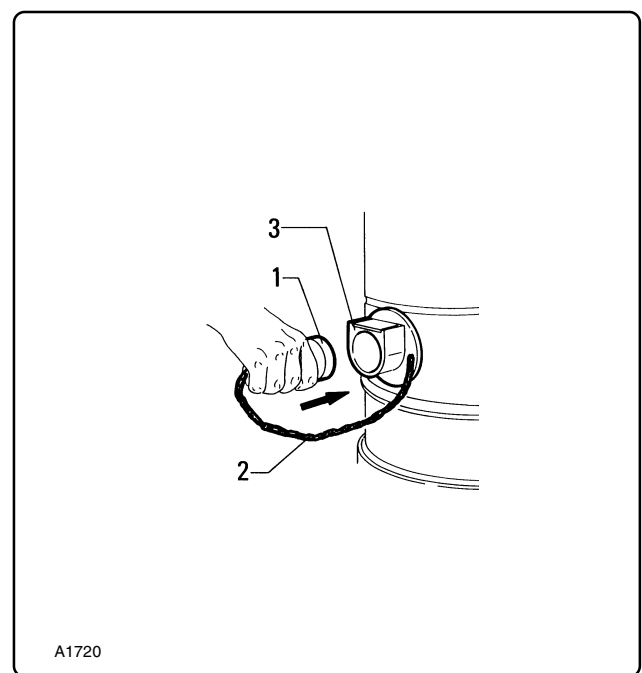

Fig. 6.7.2
- c - tappo "1" di chiusura del bocchettone "3" fig. 6.7.2. Ogni volta si intenda scuotere il filtro, occorre sganciare il tubo di aspirazione dal bocchettone "3" e mettervi il tappo "1" così da evitare la fuoriuscita delle polveri. Il tappo "1" viene fissato all' aspiratore mediante la catena "2".
- c - plug "1" to close mouth "3" fig. 6.7.2.
- c - bouchon "1" de fermeture de l' embout "3" fig. 6.7.2. Chaque fois que l' on souhaite secouer le filtre, il faut décrocher le tuyau d' aspiration de l' embout "3" et mettre le bouchon "1" pour éviter la sortie des poussières. Le bouchon "1" est fixé à l' aspirateur par une chaîne "2".
- c - Verschlußstopfen "1" von Stutzen "3" Abb. 6.7.2. Jedesmal, wenn man den Filter rütteln will, ist der Saugschlauch vom Stutzen "3" auszuklinken und der Stopfen "1" aufzusetzen, damit der Staub nicht austreten kann. Der Stopfen "1" wird mit der Kette "2" auf dem Industriesauger befestigt.